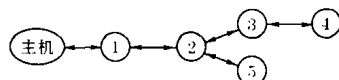

图2 系统分布示意图
该系统由主机及多个工作点组成,分布示意图如图2所示。主机完成数据的收发及数据的综合分析处理,各工作点获得数据,通过无线传输链路发送给主机。由图2可见:①,②,③号工作点除了自身数据的传输之外,还担负着在链路中接收、转发的数据中继传输站的作用。